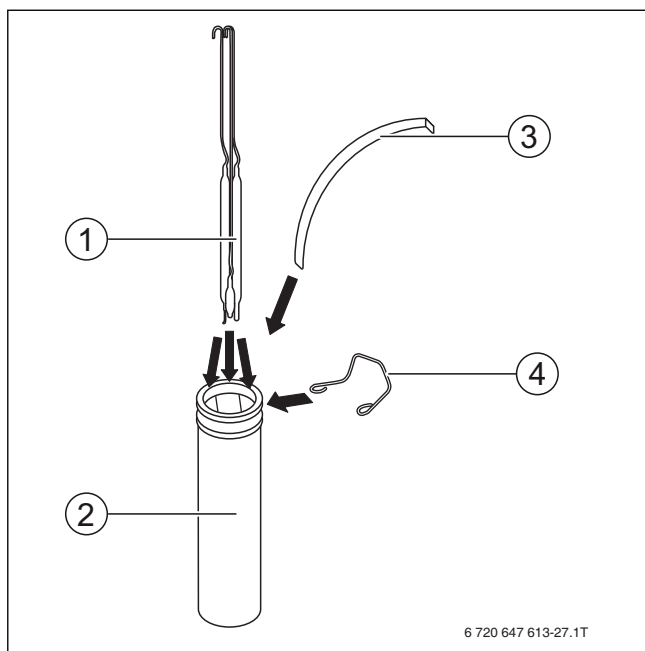

Fig. 23 Introduceți senzorul de temperatură în teaca de imersie
- ▶ Împingeți senzorul de temperatură (→ Fig. 23, [1]) până la fundul tecii de imersie (→ Fig. 23, [2]).
- ▶ Presați senzorul de temperatură cu ajutorul unui resort de compensare (→ Fig. 23, [3]) de peretele tecii de imersie.
- ▶ Fixați senzorul de temperatură cu ajutorul arcului de susținere (→ Fig. 23, [4]).